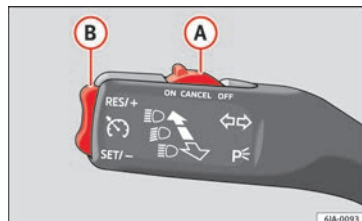

Fig. 97 Manípulo das luzes indicadoras de mudança de direção e dos máximos: botões do regulador de velocidade.
- Mova o interruptor **A** » **Fig. 97** para a posição **ON**.
- Pressione o botão basculante **(B)** » Fig. 97 » Página 119 na posição **RES**.
- A velocidade programada pode **ser diminuída** pressionando o botão **(B)** » Fig. 97 » Página 119 na posição **SET**.
O regulador de velocidade **é desativado temporariamente** ao pressionar o botão **(A)** » Fig. 97 » Página 119 na posição **CANCEL**, ou ao pisar o pedal do travão ou da embraiagem.
- Mova o interruptor **(A)** » Fig. 97 » Página 119 para a posição **OFF**.